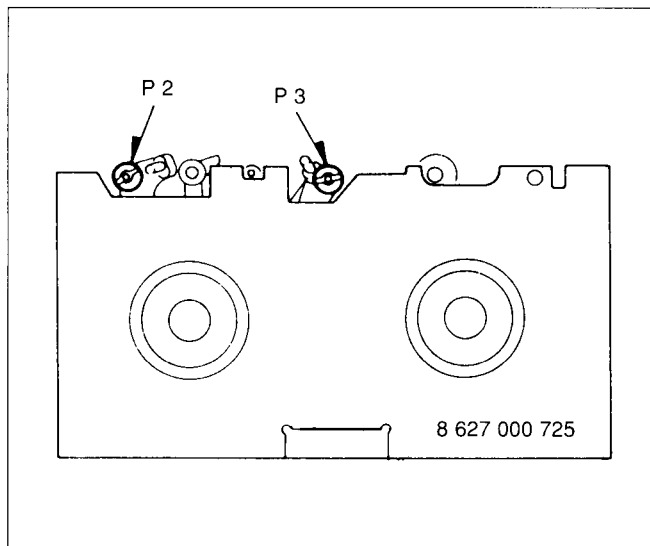

Fig. 40
2. Die Einstellplatte in das Laufwerk einsetzen und auf festen Sitz achten, ggf. beschweren. Fig. 40
2. Placer le gabarit sur le mécanisme et veiller à ce qu'il soit bien maintenu (Fig. 40); l'alourdir le cas échéant.